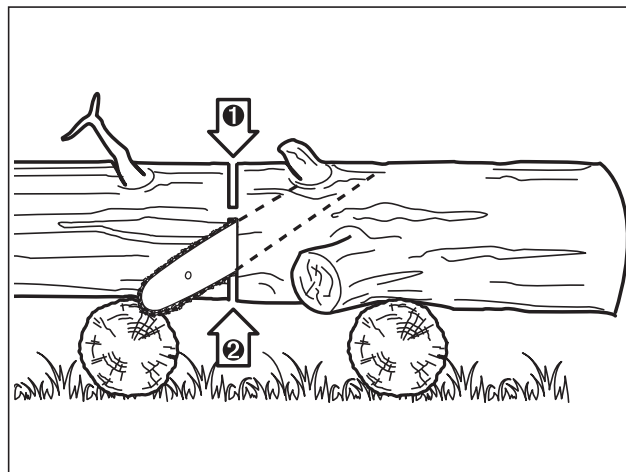

Fig. 26
3. Cuando el tronco está soportado en ambos extremos, corte 1/3 del diámetro desde arriba (tronzado desde arriba). Luego realice el corte final tronizando desde abajo los 2/3 inferiores para llegar hasta el primer corte (Fig. 26).